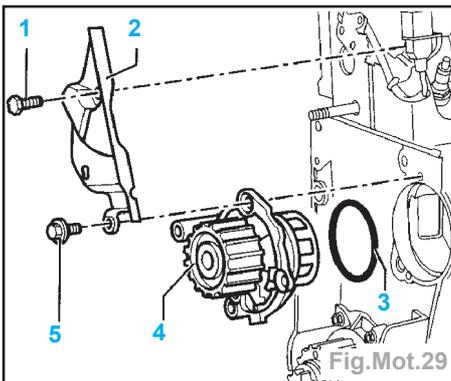

Fig.Mot.29
- le ou les protections (2) de courroies de distribution (suivant les moteurs).
- Déposer les vis (5) de fixations de pompe (4) et la déposer avec son joint (3) (Fig.Mot.29).